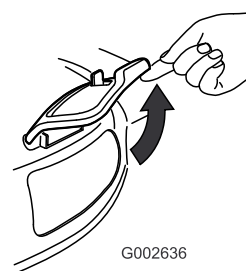

Figura 34
2. Alzate lo sportello di scarico laterale per aprirlo (Figura 34).